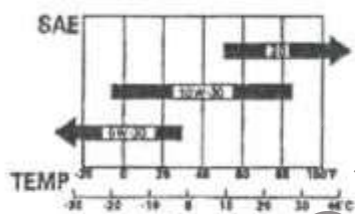

Рис. 5
**Рекомендуемое масло:** SAE - 30 летнее, SAE - 10W- 30 всесезонное (Рис.5)
Поскольку вязкость меняется в зависимости от температуры региона, смазку следует выбирать в соответствии с нашими рекомендациями. См. рис.5.